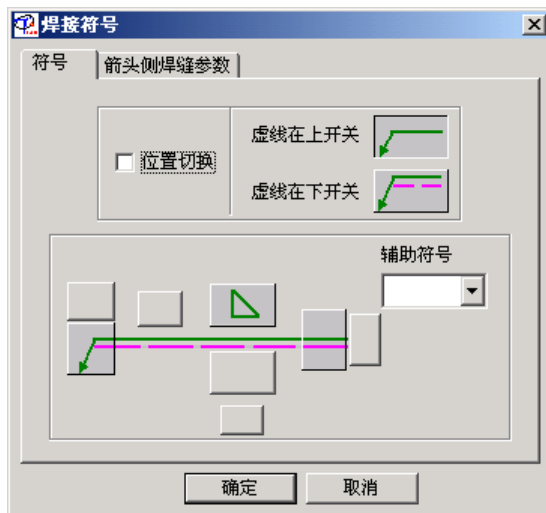

图 8-14
出现： 对话框，如图 8-14 所示
输入： 焊接基本符号、焊缝尺寸及其他参数。设置好有关参数后，点取图 8-14 中“确定”按钮，切换到作图屏幕。
3. 鼠标点取图 8-14 中的箭头上面的图像按钮可以选择标注“现场符号”。
4. 鼠标点取图 8-14 中的箭头按钮可以选择标注“周围焊接符号”。
5. 鼠标点取图 8-14 中横线上第一个图像按钮可以选择“三面焊接符号”标注。
6. 鼠标点取图 8-14 中横线上第二个图像按钮可以选择焊接基本符号，点取后出现对话框，如图 8-15 所示。
8. 图 8-14 中最右边的图像按钮用来选择标注“尾部符号”。
10. 用鼠标点取图 8-14 对话框左上角的“箭头侧焊缝参数”或“非箭头侧焊缝参数”一栏，出现如图 8-16 对话框，在编辑框内可输入焊缝的参数值。